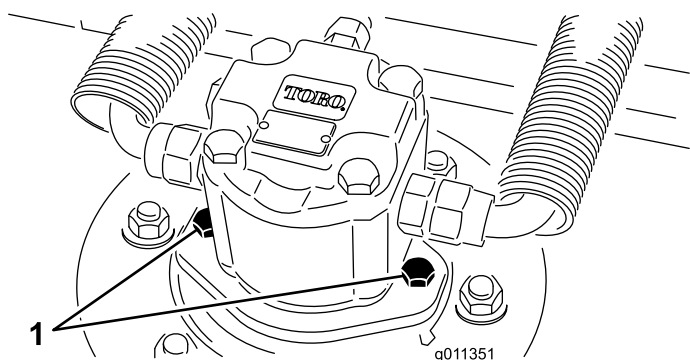

Рисунок 98
2. Отсоедините и снимите гидромотор с деки (Рисунок 98). Накройте верхнюю часть шпинделя для предотвращения загрязнения.
3. Установите гидромотор на деку (Рисунок 98). Убедитесь в том, что уплотнительное кольцо находится в штатном положении и не повреждено.